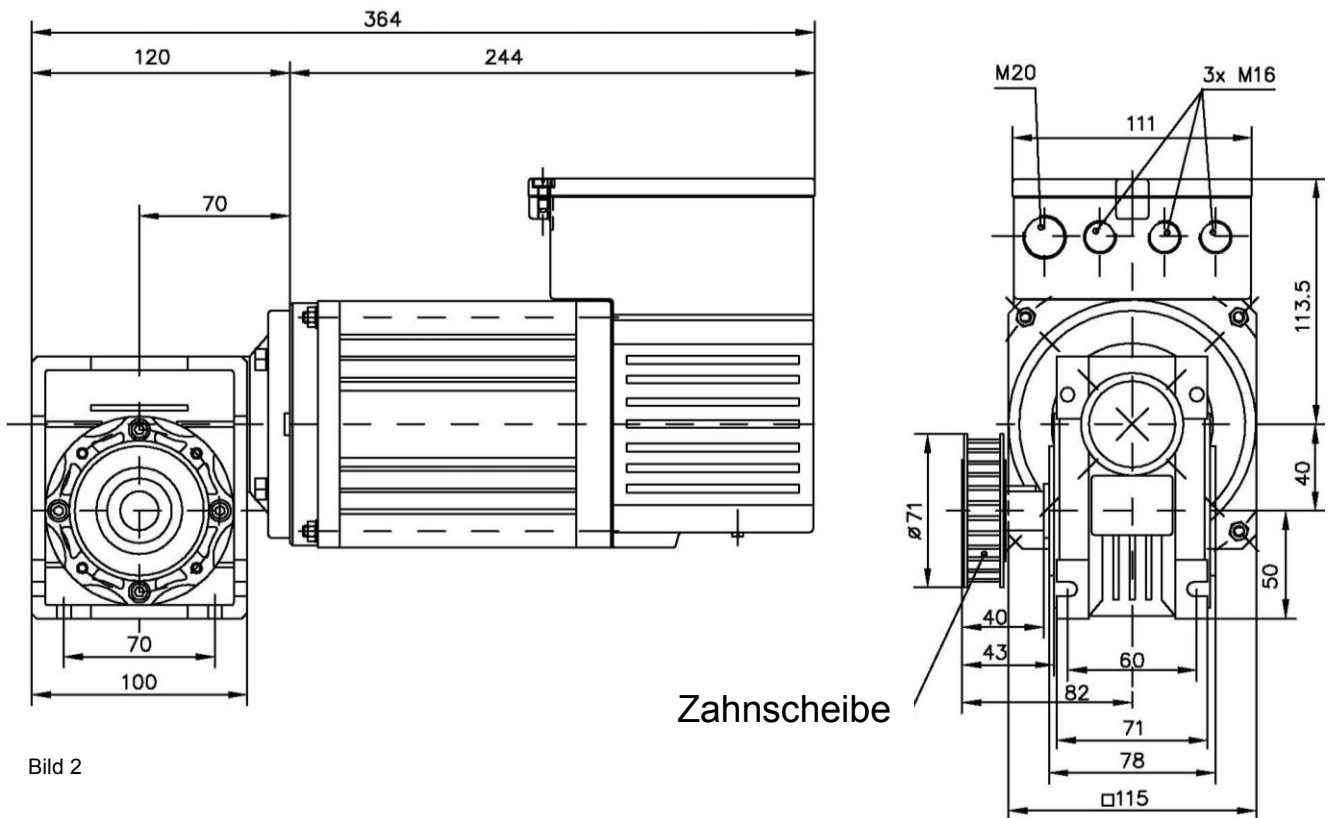

Bild 2
1. Zahnriemenscheibe bereits auf den KFM05a oder das Getriebe Montiert (Bild 2)